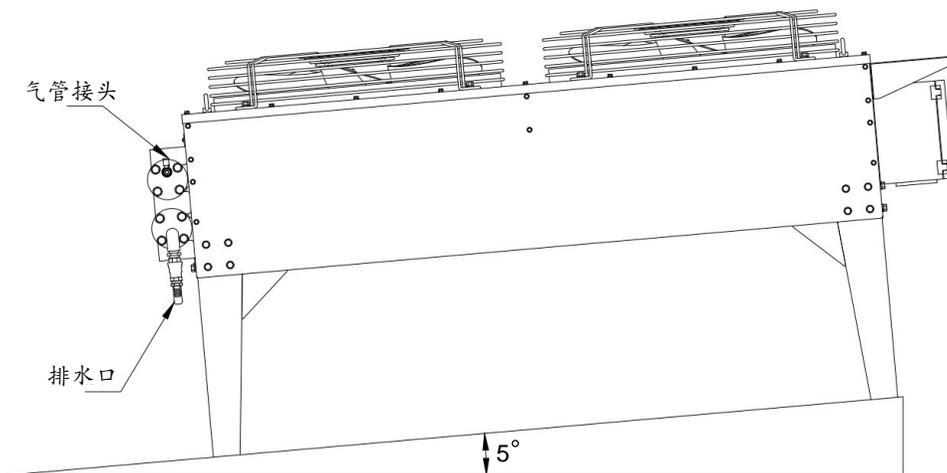

图 3-1：安装示意图
- 4) 冬季注意防冻，安装方式如图3-1所示，倾斜5°安装，低温下停机放置时，打开排水口排空管路中的水，再连接气管吹尽残留水分，防止低温水结冰冻裂铜管。